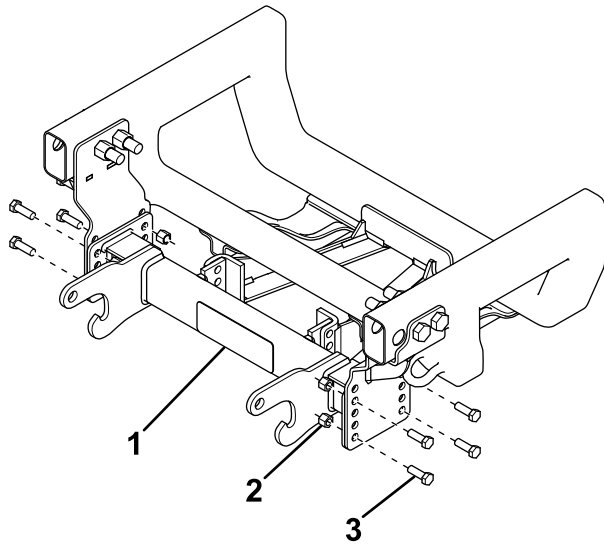

Figure 3
7. Fixez la barre de poussée aux supports latéraux à l'aide de 8 boulons (½ po) et 8 écrous (Figure 3).